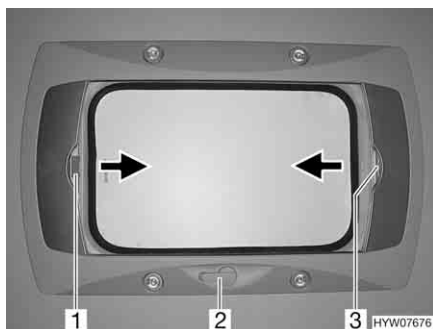

Fig. 64 Oblò a manovella
- Ruotare la manovella (Fig. 64,2) fino a quando non si incontra resistenza (angolo di apertura max. 70°).
- Tirare la tendina oscurante pieghevole per la maniglia (Fig. 64,3) nella direzione della freccia fino alla posizione desiderata e rilasciare. La tendina oscurante pieghevole rimane in questa posizione.
- Tirare la zanzariera a rullo per la maniglia (Fig. 64,1) nella direzione della freccia verso la maniglia contrapposta della tendina oscurante pieghevole (Fig. 64,3) e farla innestare.
- Tirare la maniglia della zanzariera a rullo (Fig. 64,1) dietro, verso l'alto, e sganciare la zanzariera a rullo dalla tendina oscurante pieghevole (Fig. 64,3).